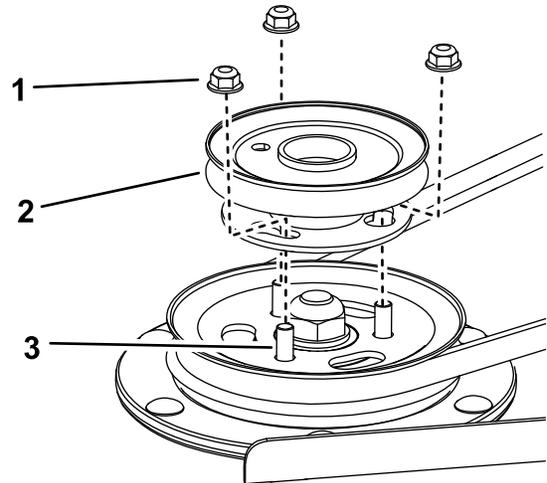

Figura 4
2. Retire las tuercas del eje de la polea de la carcasa derecha y utilícelas para sujetar el conjunto de polea a la polea de la carcasa (Figura 4).